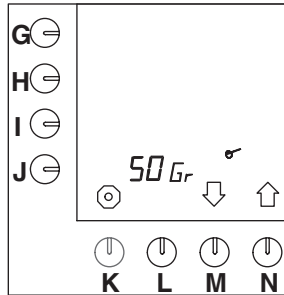

Abb. 48 Einstellen des Kaffeerechners
- Drücken Sie auf die Wahl taste (N.) $\uparrow$, bis Abb.48 im Display erscheint.